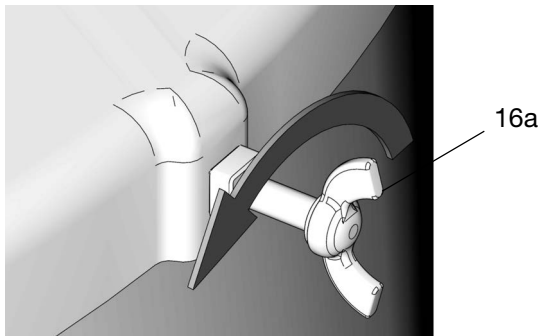

図 24
2. つまみネジ(16a) を緩めてドラムカバー (16) を取り外します(図 24)。